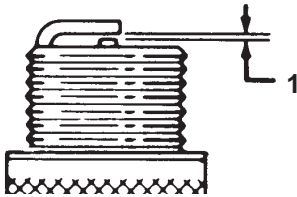

Figure 37
6. Réglez l'écartement des électrodes à 0,76 mm, comme indiqué dans la Figure 37.